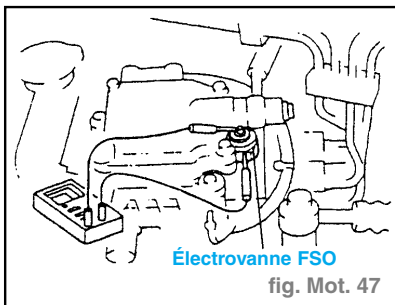

fig. Mot. 47
- Vérifier que la résistance entre la borne de l'électrovanne **FSO** et le corps de l'électrovanne **FSO** est conforme aux spécifications. (fig. Mot. 47)